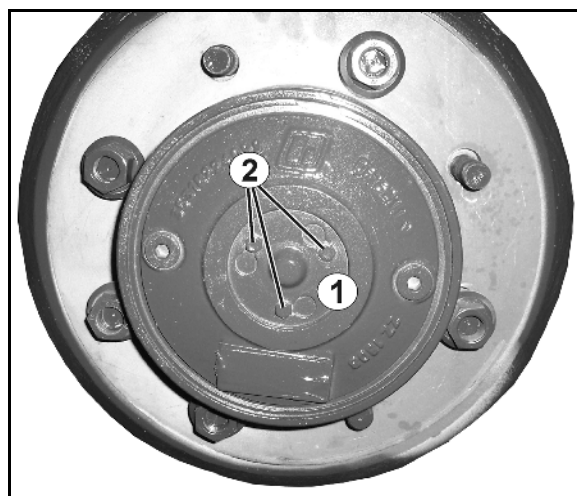

Fig. 132
Si la machine doit être remorquée, les couvercles en forme de chapeau (Fig. 132/1) peuvent être retournés.
1. Desserrez les vis (Fig. 132/2).